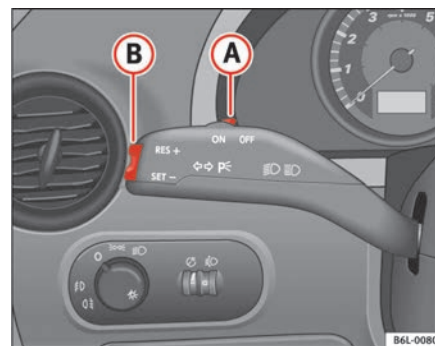

Fig. 108 Palanca de intermitentes y de luz de carretera: mando y tecla basculante para el regulador de velocidad
- Presione la parte superior de la tecla basculante **RES** ⇒ fig. 108 **B** para aumentar la velocidad. El vehículo acelerará mientras mantenga la tecla presionada. Al soltar la tecla quedará memorizada la nueva velocidad.
Si se reduce la velocidad programada pisando el pedal del freno, se desactiva el regulador de velocidad. Si quiere activar de nuevo el regulador, bastará con presionar una vez la parte superior de la tecla basculante **RES+** ⇒ página 153, fig. 108 **B**.